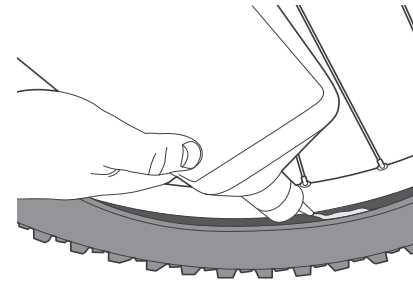

Abb. 20. Füllen Sie das Dichtmittel in den offenen Teil des Reifens ein.
3. Füllen Sie das Dichtmittel in den offenen Teil des Reifens ein (Abb. 20). Angaben zur empfohlenen Menge entnehmen Sie bitte dem Dichtmittelbehälter.